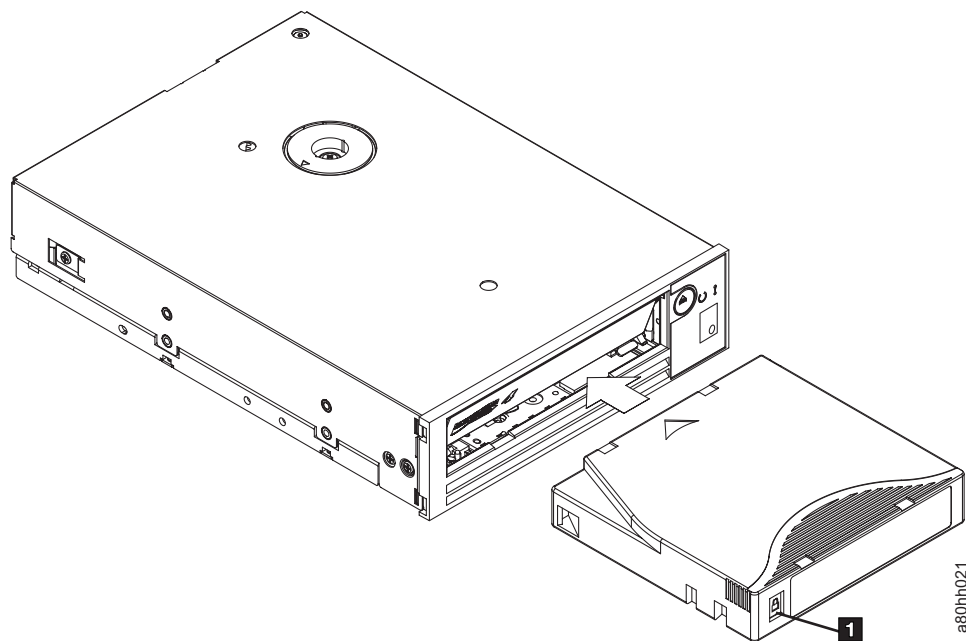

Figura 8. Inserimento di una cartuccia nell'unità
3. Afferrare la cartuccia con l'interruttore rivolto verso di sé (vedere **1** in Figura 8).